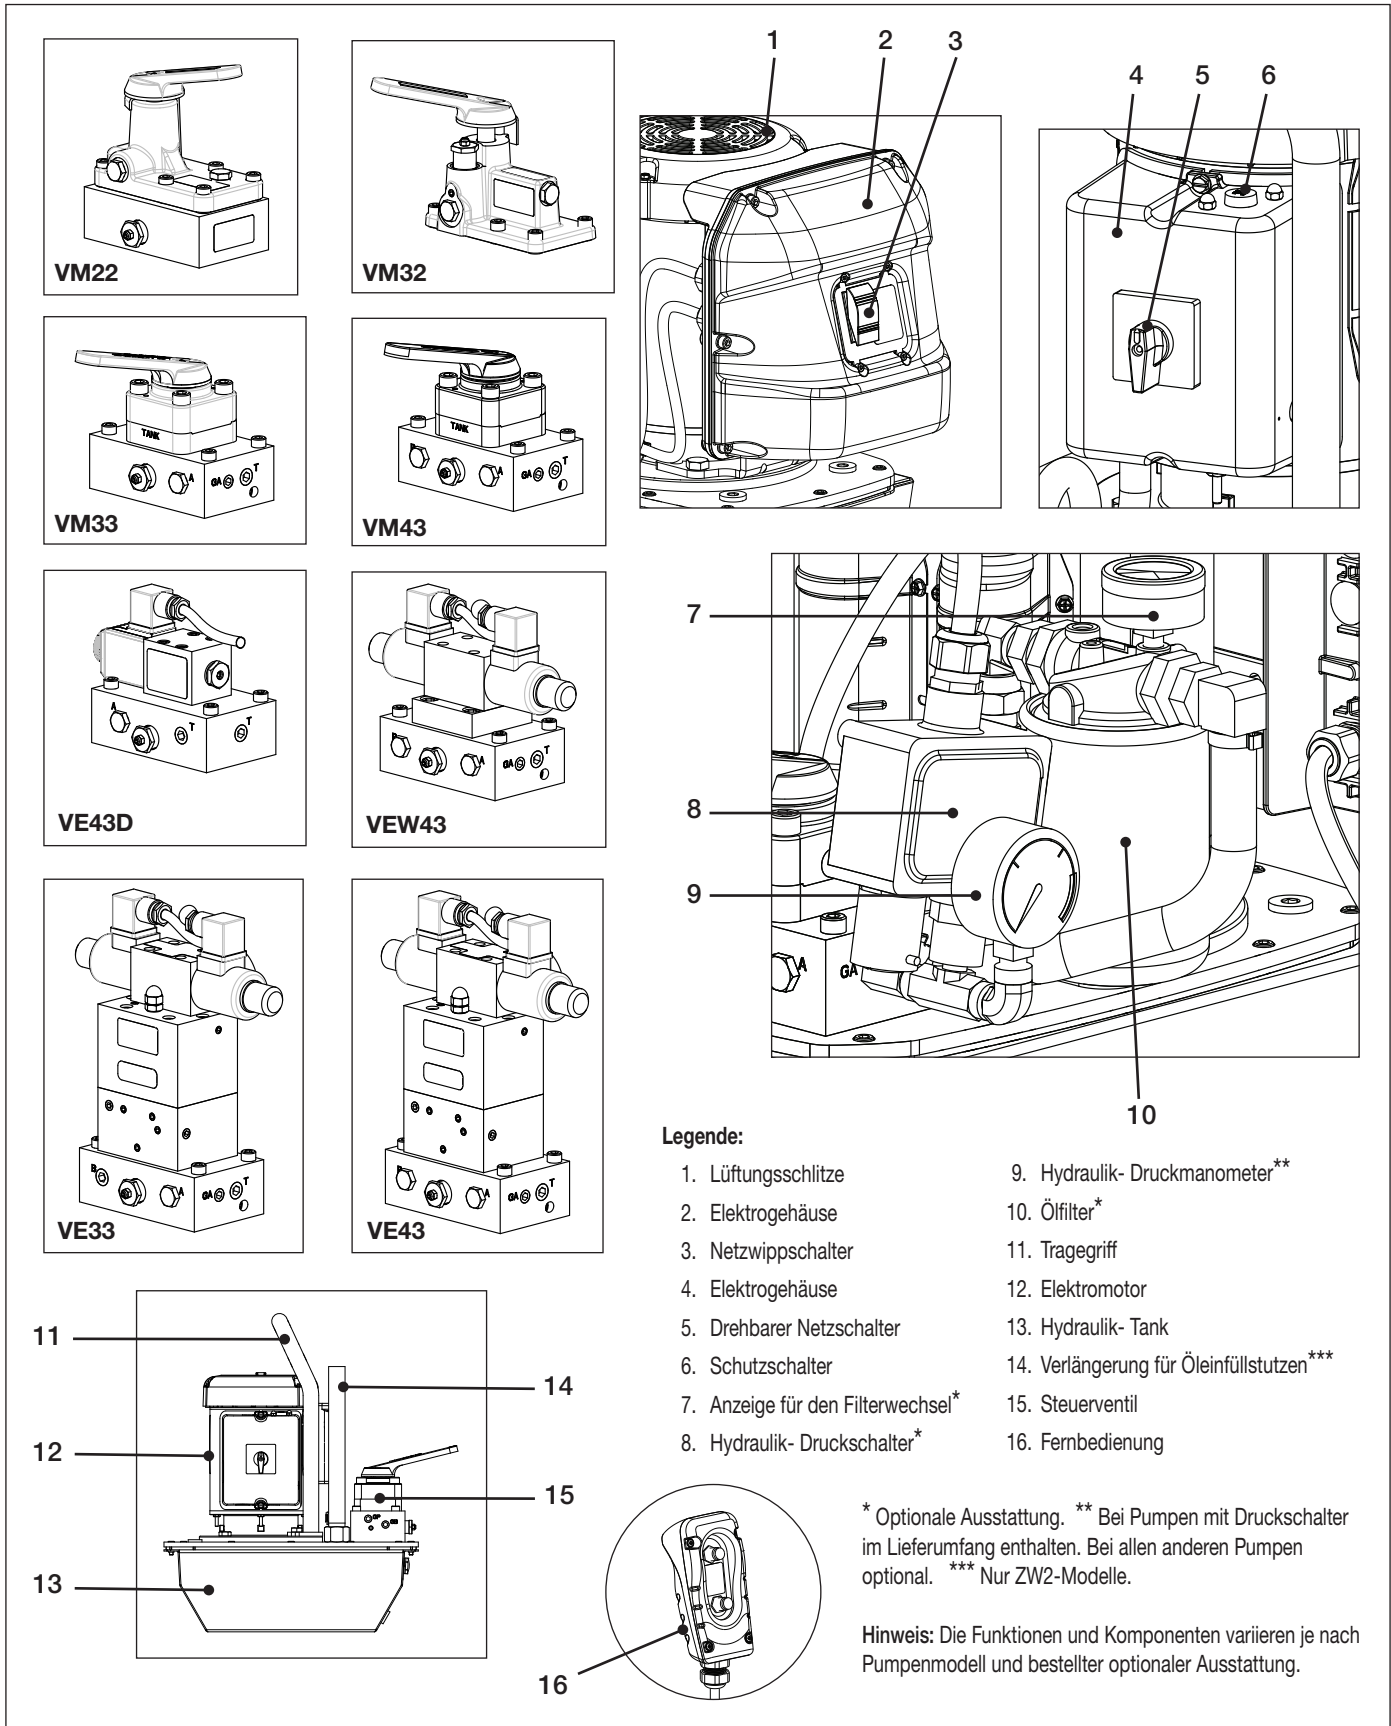
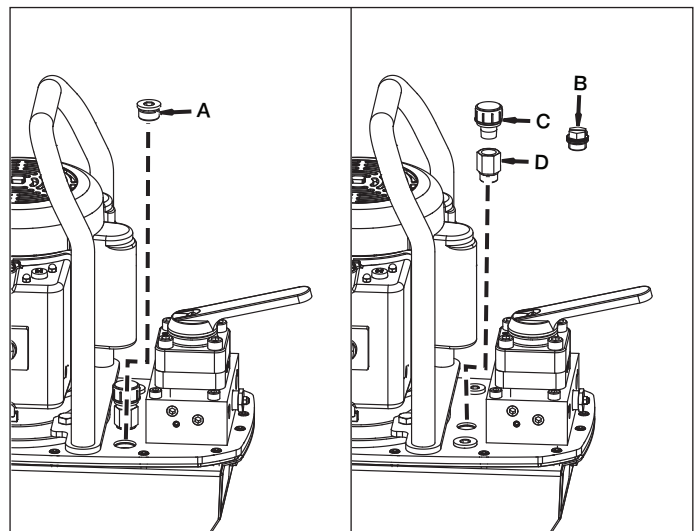

Abbildung 1: Pumpen der ZE2- und ZW2-Serie
Abbildung 3: Öleinfüllverschluss des Tanks und Entlüftungsstופן
Wenn der Ölstand niedrig ist, entfernen Sie den Öleinfüllverschluss (A) von der Abdeckplatte der Pumpe und füllen bei Bedarf Öl nach. Siehe Abbildung 3. Beachten Sie, dass die ZW2-Modelle eine Verlängerung für den Öleinfüllstutzen umfassen, die in Abbildung 1 dargestellt ist.
An der Abdeckplatte der Pumpe ist ein Transportstופן (B) angebracht. Siehe Abbildung 3.